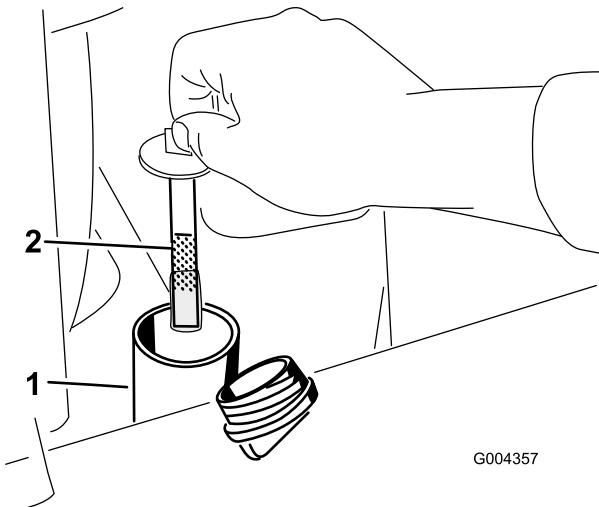

Figura 18
- Retire el tapón del cuello de llenado y compruebe en la varilla el nivel de aceite (Figura 18).